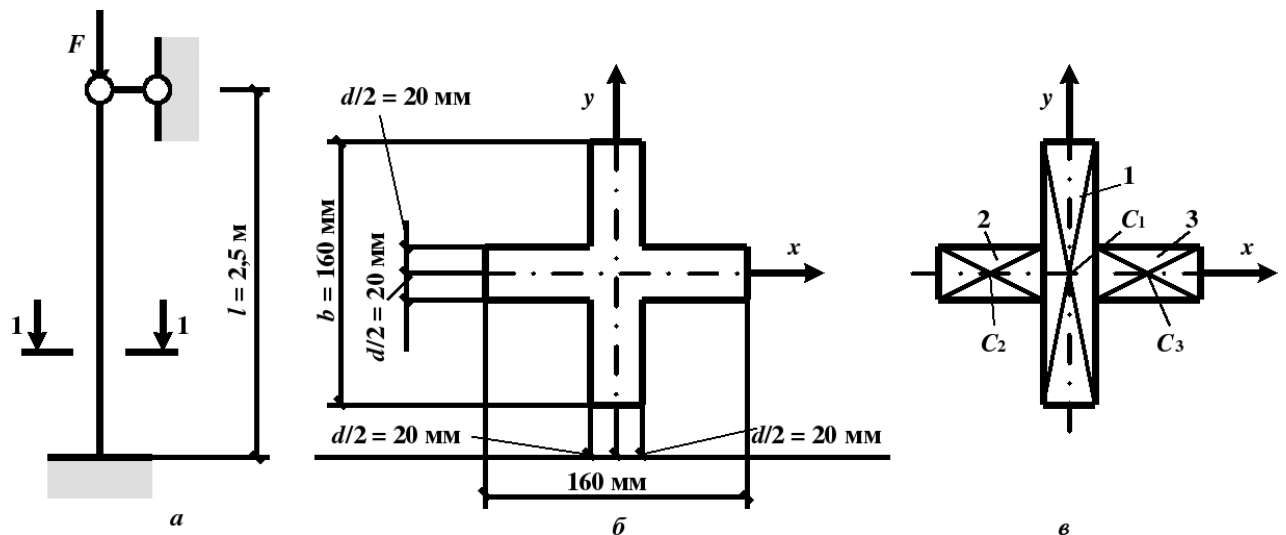

Рис. 1
**Пример 1.** Определить значение допускаемой силы для центрально-сжатой стойки, показанной на рис. 1, а. Материал стойки – алюминий марки АД31Т.
2. Площадь поперечного сечения стержня (рис. 1, б)
б) моменты инерции сечения  $J_x = J_y$ , так как сечение имеет две оси симметрии (рис. 1)